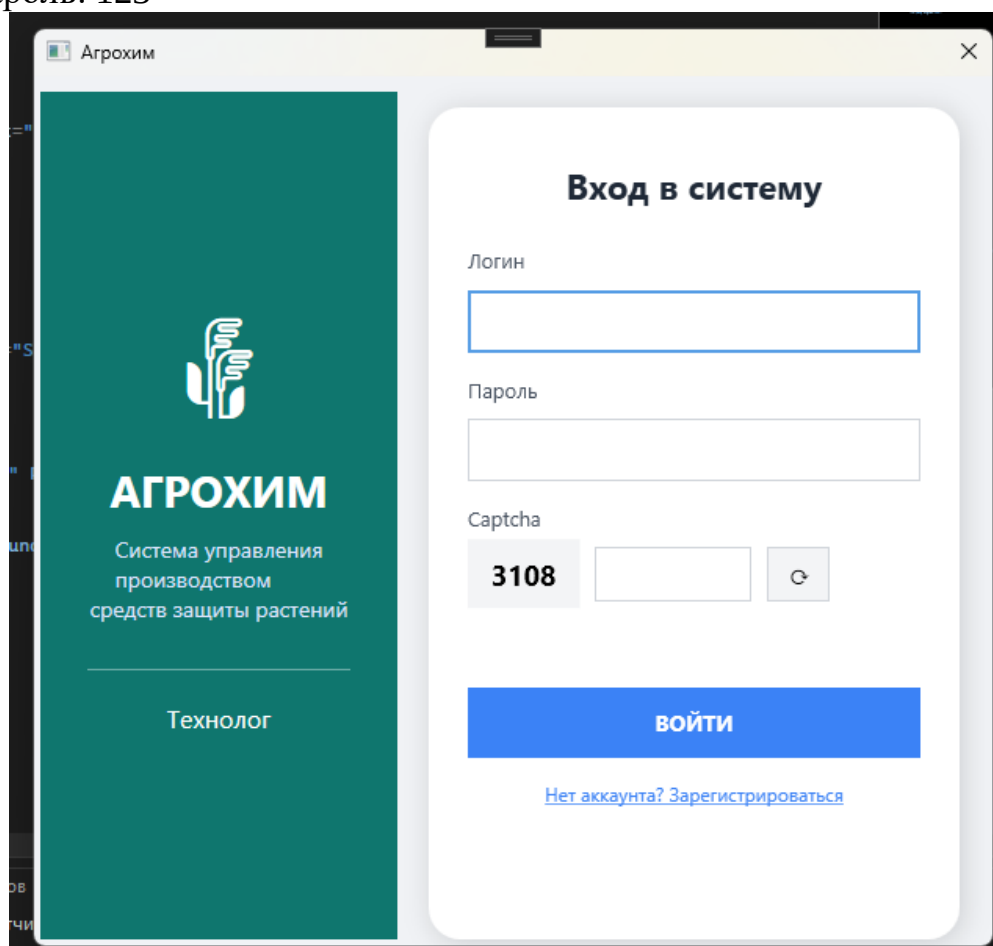

Рисунок 3 – Форма авторизации модуля технолога
1. Запустить приложение AgrochemApp.exe (рис. 3)